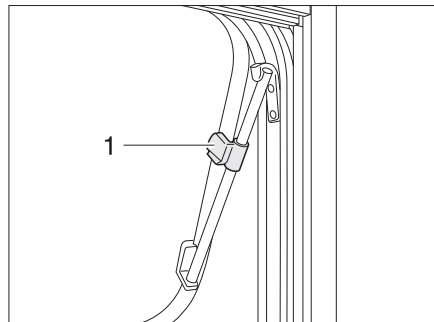

Fig. 67 Finestra apribile con deflettori a rotazione, aperta
- Aprire la finestra apribile fino alla posizione desiderata e bloccarla con il pomello zigrinato (Fig. 67,1).
- Ruotare il pomello zigrinato (Fig. 67,1) fino a sbloccare l'arresto.